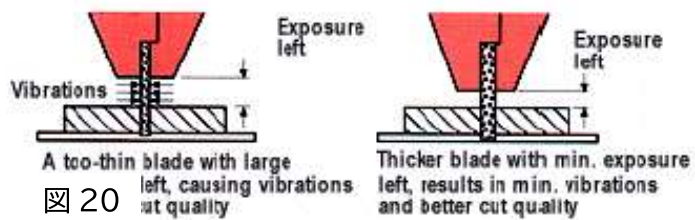

Figure 20
3. ブレードの厚さとブレードの露出を確認します。より厚いブレードとより小さな露出を使用すると、振動が最小限に抑えられ、切断品質が向上します(図 20)。